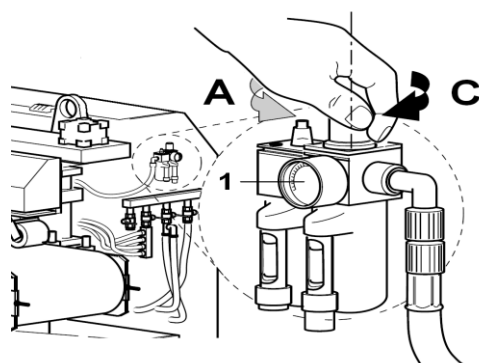

Fig. 22
- Enlever pression au circuit de l'air (Fig. 22/A)
- Donner pression au circuit de l'air (Fig. 22/C)